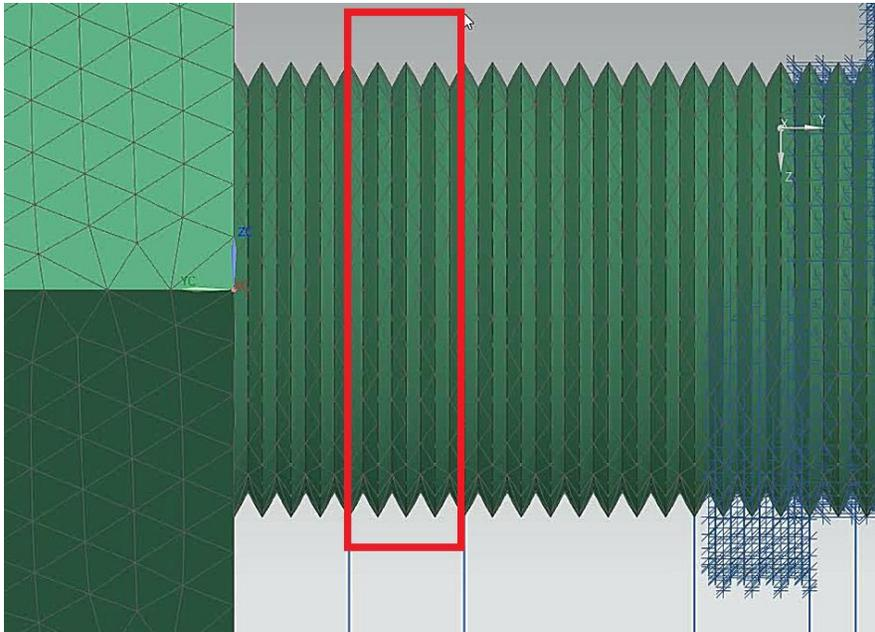

Figura 5.37 Segundo soporte.
- Realizar lo mismo para la otra sección del soporte (Figura 5.37).